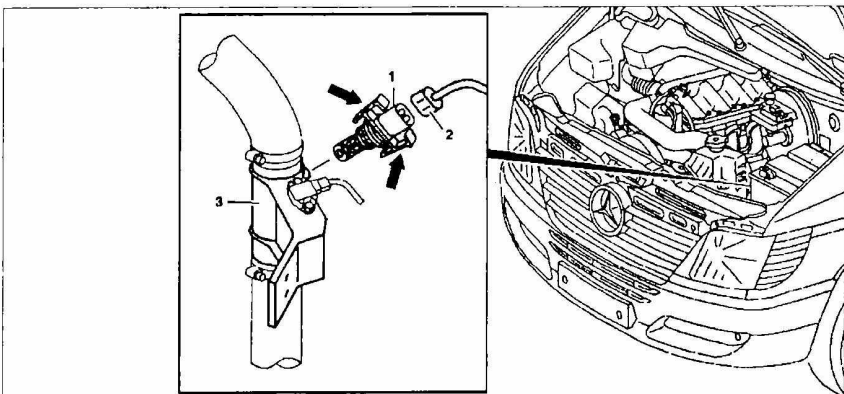

Рис. 42. Снятие и установка датчика температуры нагнетаемого воздуха:
1. Отсоедините разъем проводки 2 от датчика температуры нагнетаемого воздуха 1 (рис. 42).